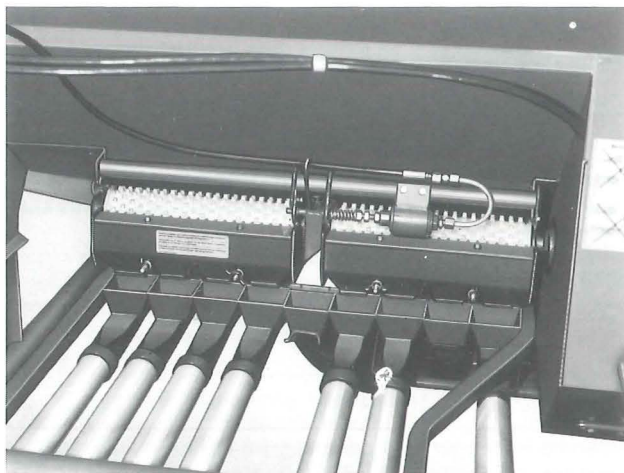

Fig. 15
5.5 Hydraulisk delbreddeomskifter (fig. 15)